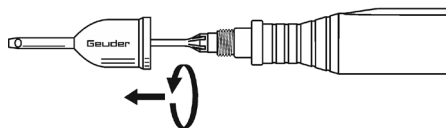
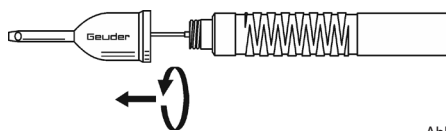

Abb. 2b
Abb. 3
- Entfernen Sie den Infusionsaufsatz gemäß Abb. 2b vom Ultraschallhandgriff und gemäß Abb. 3 vom Spül-/Saughandgriff.
- Entfernen Sie den Infusionsaufsatz gemäß Abb. 2b oder Abb. 3.